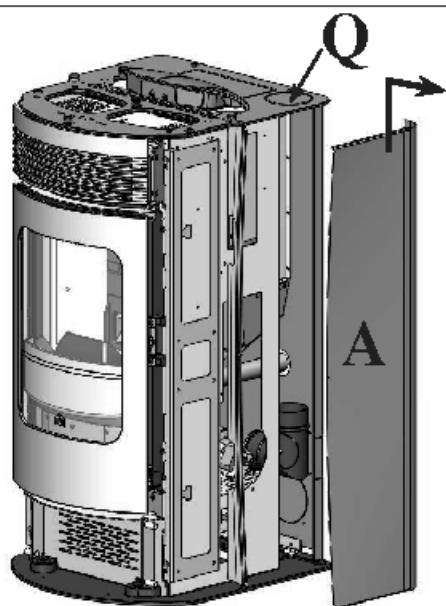

Abb. 14
- Den Verschlussdeckel (Q - Abb. 14) entfernen.